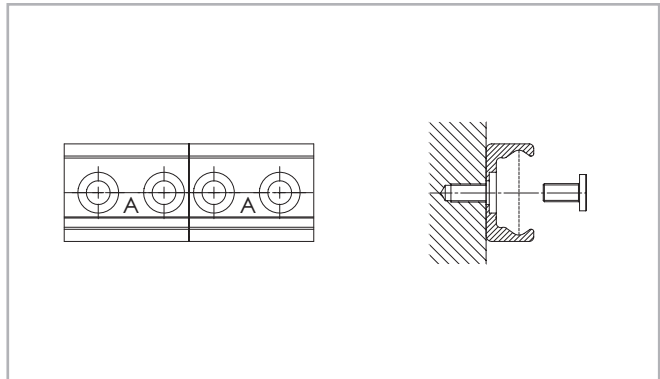

Fig. 170
- (1) Fixez les rails sur la surface de montage en serrant toutes les vis, à l'exception des dernières vis situées au niveau des aboutements du rail.
- (2) Montez les vis de fixation d'extrémité sans les serrer (voir fig. 170).